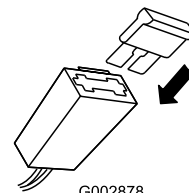

Figura 8
2. Instale el fusible en el portafusibles (Figura 8).